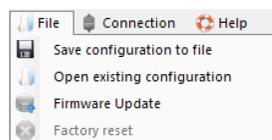

IMAGEN 8. “File/Archivo” menu
5.1. “File/Archivo” menú (IMAGEN 8) permite: